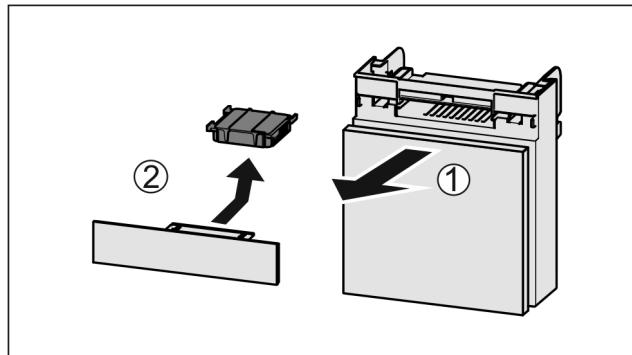

Fig. 120
- ▶ Extraire le compartiment par l'avant Fig. 120 (1).
- ▶ Sortir le filtre à charbon actif Fig. 120 (2).